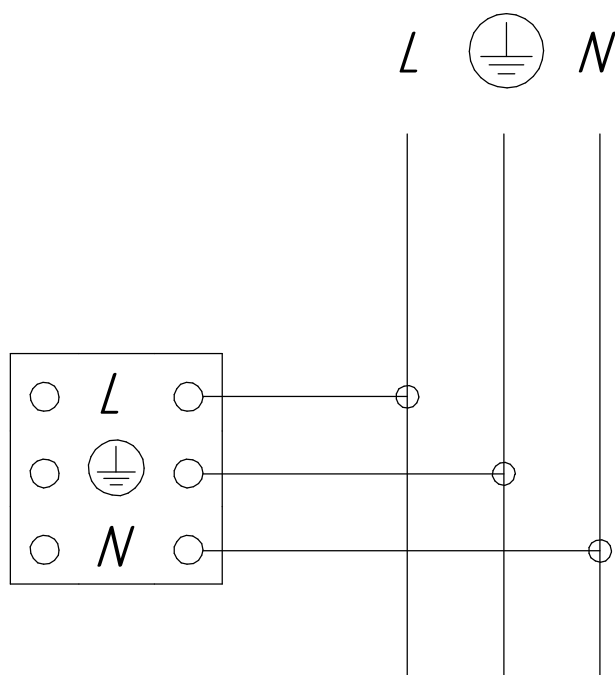

Рисунок 2 - Схема подключения светильника к сети
5.4 Присоедините сетевые провода светильника к питающему кабелю (рисунок 2).